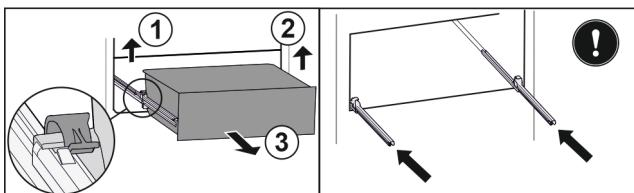

Fig. 48
- Dvignite levo spojko in hkrati povlecite predal levo naprej. Fig. 48 (1)
- Dvignite desno spojko in hkrati povlecite predal desno naprej. Fig. 48 (2)
- Predal vzemite ven v smeri naprej. Fig. 48 (3)